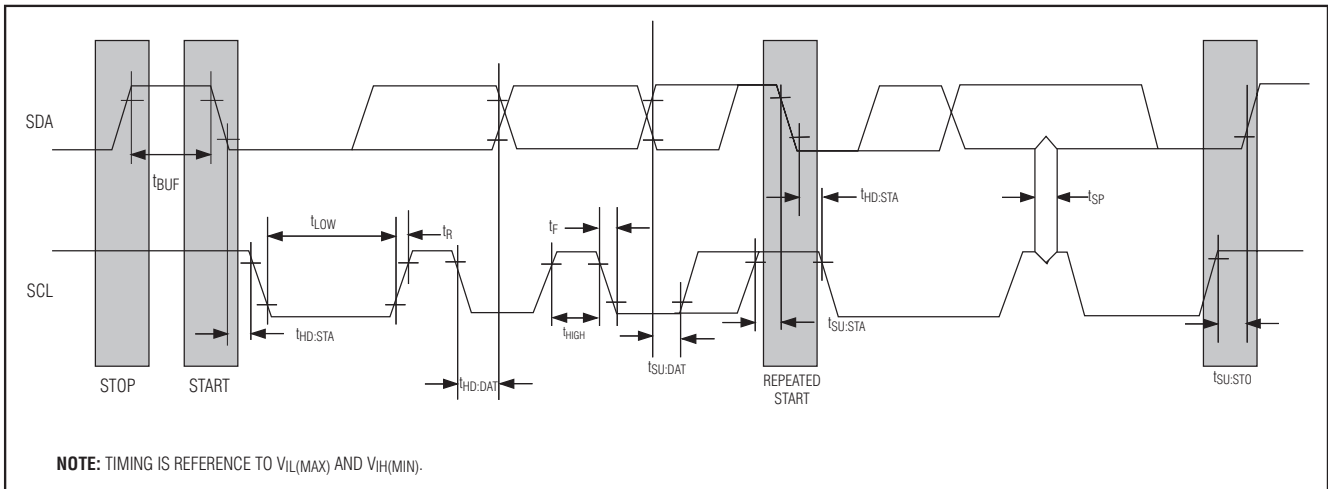

図3. 2線式のタイミング図
## AC ELECTRICAL CHARACTERISTICS (Figure 3)
**START条件**：START条件は、スレーブとの新たなデータ転送を開始するためにマスタによって生成されます。SCLがハイの間にSDAがハイからローに遷移すると、START条件が生成されます。有効なタイミングについては、図3を参照してください。
**STOP条件**：STOP条件は、スレーブとのデータ転送を終了するためにマスタによって生成されます。SCLがハイの間にSDAがローからハイに遷移すると、STOP条件が生成されます。有効なタイミングについては、図3を参照してください。
**ビット書き込み**：SDAはSCLがロー状態の間に遷移する必要があります。SDAのデータは、SCLの全ハイパルス期間およびセットアップとホールドの時間要件を満たす期間中、有効かつ不変の状態を保たなければなりません(図3参照)。データはSCLの立上りエッジの間にデバイスにシフト入力されます。
**ビット読取り：**書き込み動作の最後に、マスタは、ビット読取り中、次のSCL立上りエッジの前に適切なセットアップ時間(図3参照) SDAバスラインを解放する必要があります。デバイスは前のSCLパルスの立下りエッジでSDAの各データビットをシフト出力し、データビットは次のSCLパルスの立上りエッジで有効になります。マスタは、スレーブからビットを読み取っているときも含め、すべてのSCLクロックパルスを生成することに留意してください。
**確認応答(ACK)：**確認応答(ACK)は、バイト転送中に送信される常に9番目のビットです。データを受信するデバイス(読取り中のマスタ、または書き込み中のスレーブ)は、9番目のビットの間ゼロを送信することによってACKを返します。タイミングについては、図3を参照してください。ACKは、デバイスがデータを正しく受信していることの確認です。